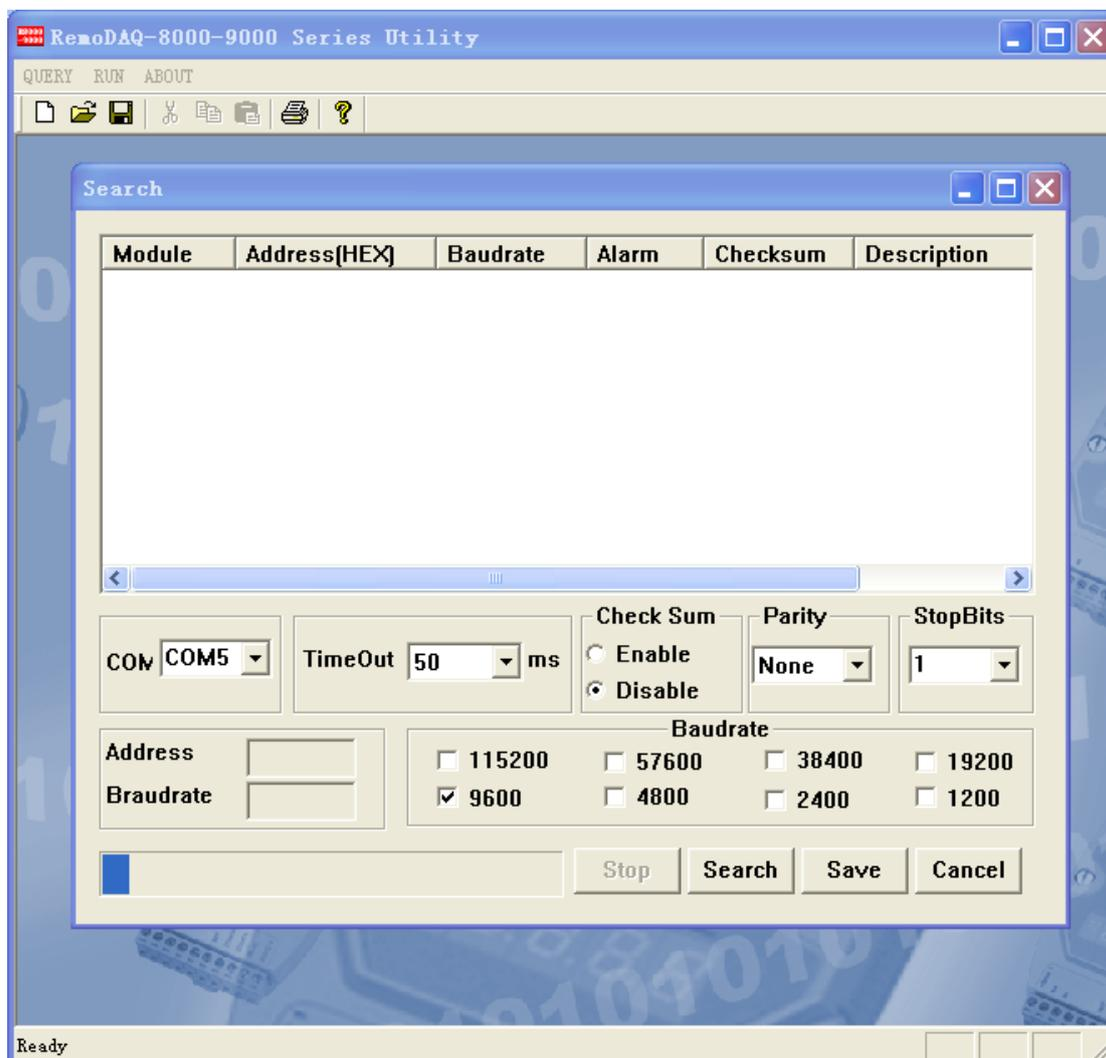

图 8 端口测试工具
①在计算机中安装 RemoDAQ-8000-9000 Series Utility 工具软件。
②线路检查无误后接通设备电源，打开 RemoDAQ-8000-9000 工具软件，在串口选择中选“COM5”，通讯延时 50ms，无校验，无奇偶性，1 位停止位，波特率 9600。如图 8 所示；